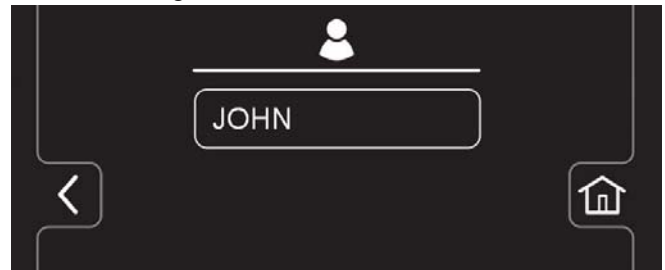

ABB. 162
- Das neue Benutzerprofil ist jetzt, wie abgebildet, in der Bedienerprofilliste gespeichert (Abbildung 162). Sie können mehrere Bediener- und Supervisor-Profile hinzufügen. Drücken Sie den Rückwärtspfeil, um zum vorherigen Bildschirm zurückzukehren und weitere Benutzerprofile hinzuzufügen.